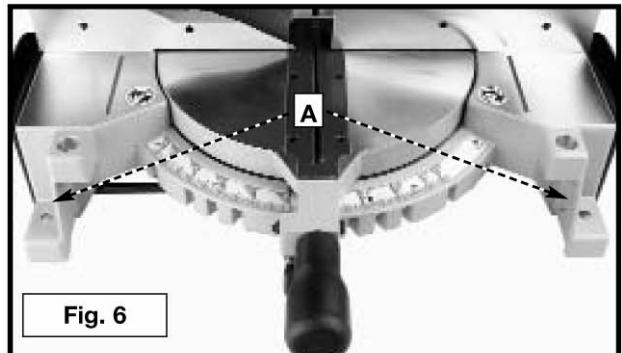

Fig. 6
Antes de operar sua serra de esquadria composta, monte-a em uma bancada firme ou outra superfície de apoio. Existem dois furos, dois dos quais são mostrados na (A) Fig. 6.